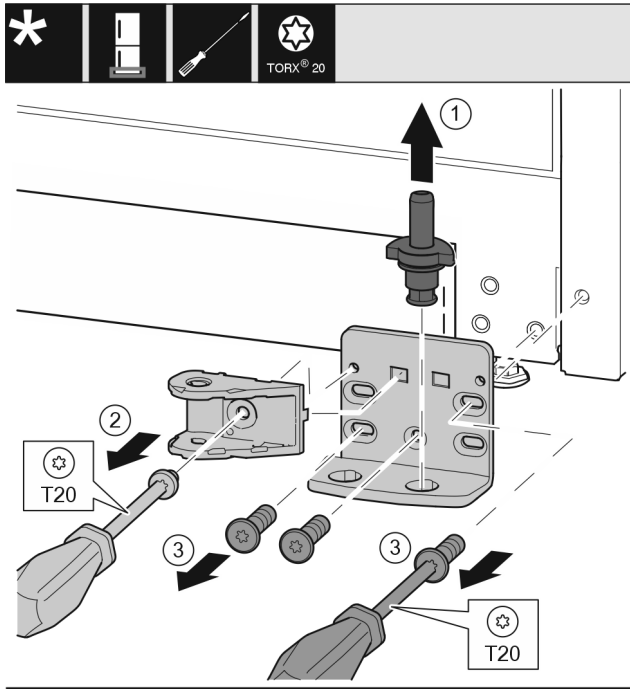

Fig. 23
- ▶ Dra ut lagerbulten helt uppåt. Fig. 23 (1)
- ▶ Skruva ur skruven med skruvmejsel T20 och ta bort stängningsdämparanslutningen. Fig. 23 (2)
- ▶ Skruva loss skruvarna med skruvmejsel T20 och ta bort lagerbocken. Fig. 23 (3)